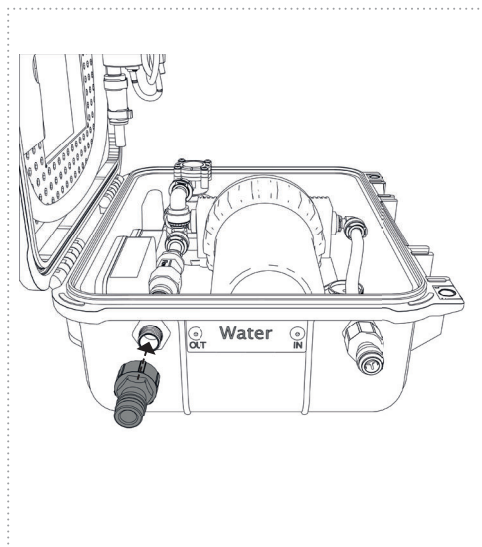

Figure 12
5. Vissez à la main le raccord enfichable en laiton (du kit de raccordement d'eau) (WATER OUT) (Fig. 12)